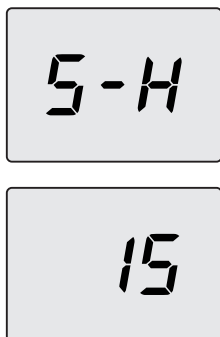

Figura 7.11
- Utilizzare il tasto 10 per cambiare questo valore in **15** e successivamente premere il tasto 12 per confermare. Sul display appare **S-H** alternato al parametro potenza massima assoluta (Figura 7.11).